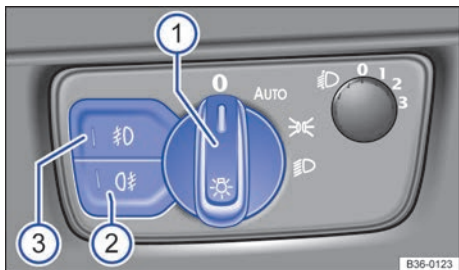

Fig. 117 Junto al volante: mando de las luces y tclas de las luces antiniebla.
Leyenda de la fig. 117:
Las luces antiniebla se pueden conectar estando el mando de las luces → fig. 117 en la posición **AUTO**, (luz de posición) o (luz de cruce) y el encendido conectado:
- Para encender los faros antiniebla , pulse la tecla → fig. 117 . El testigo de control de la tecla se enciende.
- Para encender la luz trasera antiniebla , pulse la tecla → fig. 117 . El testigo de control de la tecla se enciende.